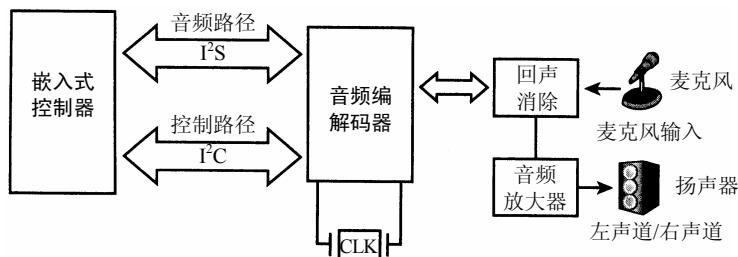

图13-2 嵌入式系统的音频连接
- I²S规范可从www.nxp.com/acrobat_download/variousto/I2SBUS.pdf下载，是飞利浦公司提出的编解码器接口标准。图13-2所示的嵌入式设备使用I²S将音频数据发送给编解码器。对编解码器的I/O寄存器的编程通过I²C总线进行。